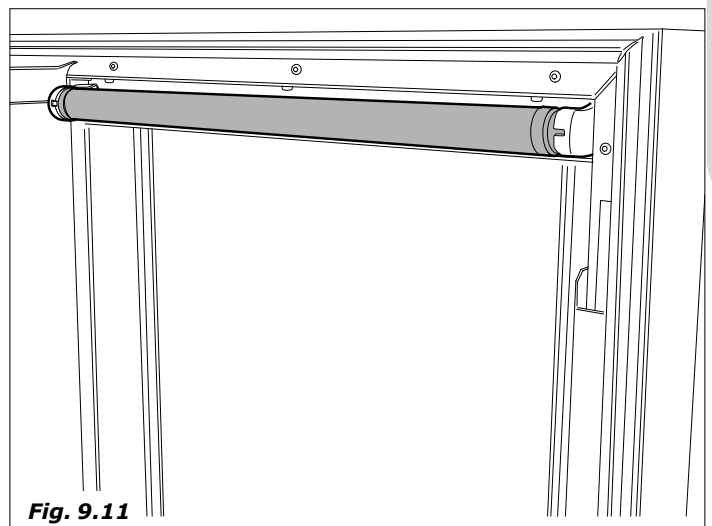

Fig. 9.11
- Sustituir el tubo de neón (Fig.9.11).